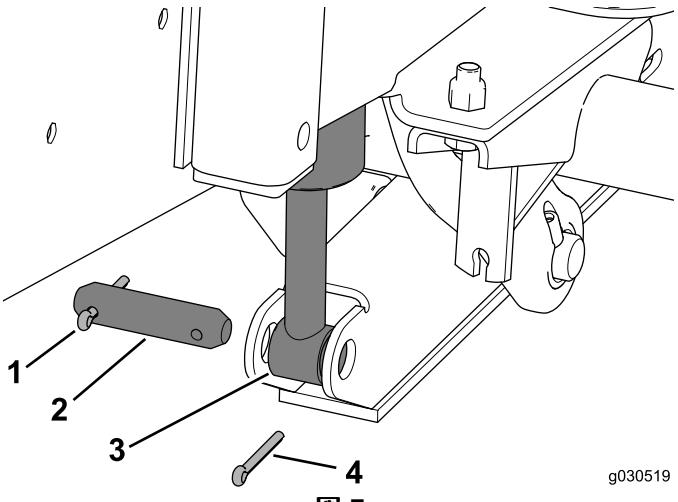

図7
1. シリンダピンを昇降シリンダに固定している外側のコッターピンを外す図7。
2. 昇降アームと昇降シリンダにシリンダピンを通す図7。
3. シリンダピンにコッターピンを通す図7。